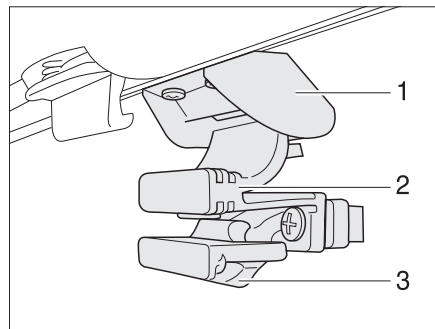

Fig. 47 Ventana en la puerta de entrada
Abrir la ventana: ■ Empujar el seguro (Fig. 47,3) hacia abajo.
■ Apretar tirador (Fig. 47,2) y empujar la ventana hacia abajo.
Cerrar la ventana: ■ Empujar la ventana hacia abajo, hasta que el tirador (Fig. 47,2) engatille en el bloqueo (Fig. 47,1).